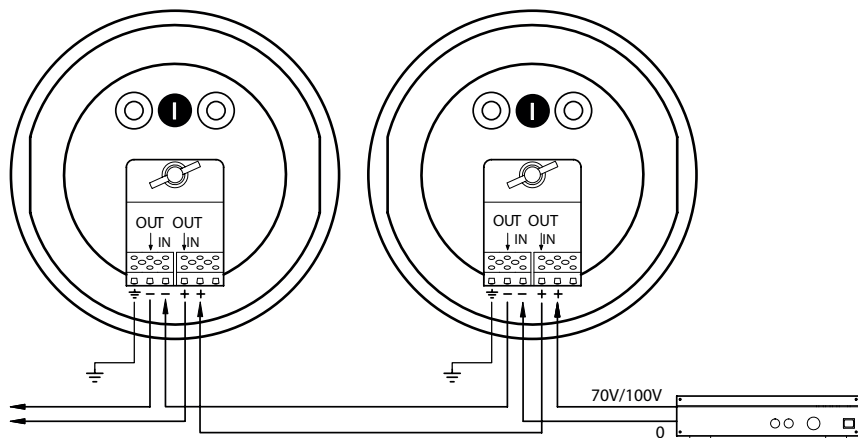

FIGURA 5
I collegamenti con la linea audio si realizzano tramite i due morsetti ceramici presenti all'interno del fondello e possono essere effettuati anche senza la presenza del diffusore, che può essere installato in un secondo momento. I morsetti **IN** +/- consentono l'ingresso del segnale audio, mentre i morsetti **OUT** +/-, essendo direttamente connessi ai corrispondenti morsetti **IN** +/-, possono essere utilizzati come uscita per il collegamento in parallelo di altri diffusori (figura 5).
1. Inserire i cavi attraverso i due passacavi in gomma I (figura 5) del fondello.
1. Inserire il conduttore di protezione dell'impianto di messa a terra locale attraverso uno dei due passacavi in gomma **I** (figura 5) del fondello del diffusore.
2. Collegare il conduttore di terra al contatto della morsetteria avente il simbolo di terra (figura 5).